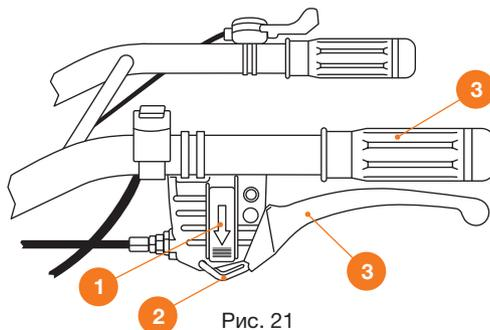

Рис. 21
Рычаг привода сцепления культиватора приводит в действие движение фрез. Для включения рычага привода ③ нажмите клавишу блокировки ①, удерживая клавишу блокировки прижмите рычаг привода к рулевой скобе ④ и зафиксируйте его фиксатором ② (Рис. 21). Для остановки вращения фрез прижмите рычаг привода к рулевой скобе, фиксатор высвободится автоматически, отпустите рычаг привода и вращение фрез прекратится.